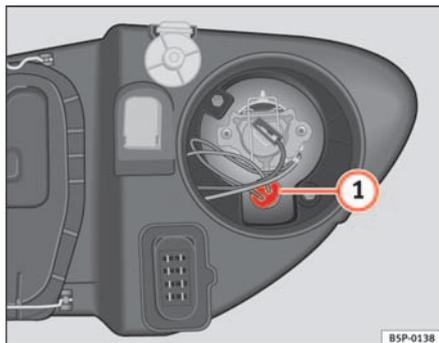

Fig. 180 Luz de población
- Extraiga el portalámparas ⇒ fig. 180 **1** hacia fuera.